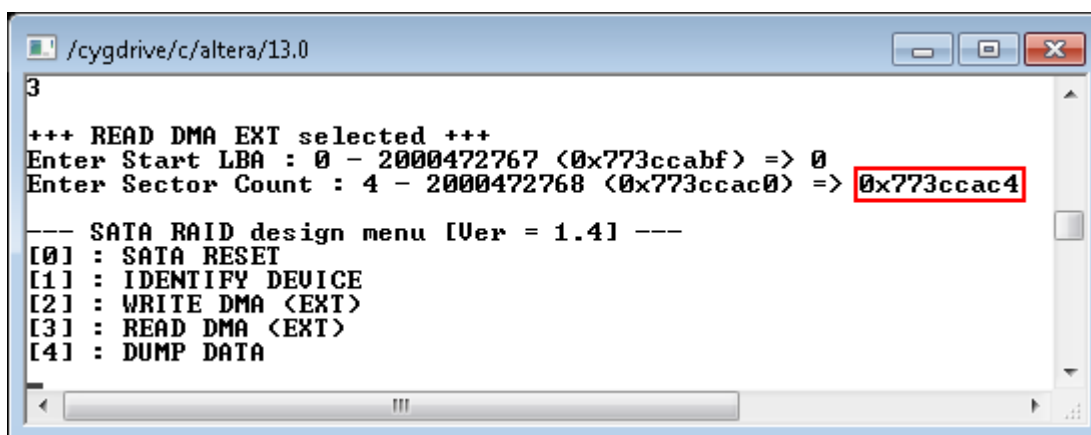
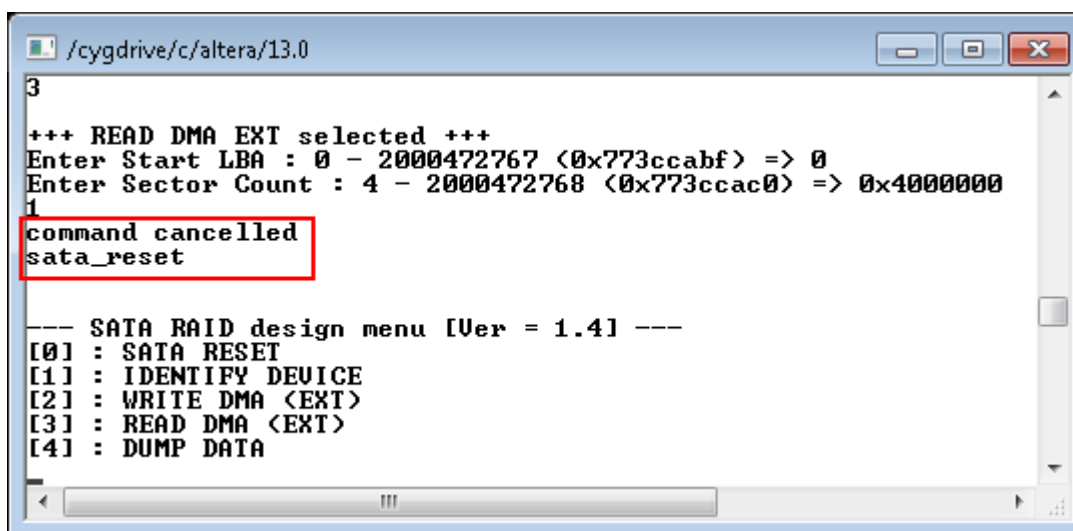

図 15: 無効なパラメータ入力によるリード・コマンドの中断
図 16: 実行中のキー入力によるリード・コマンドの中断
- リード・コマンドでもライトコマンドと同様、無効なパラメータ値を入力すると図 15 のようにコマンド実行前に中断します。また、実行中にユーザからの入力があった場合も図 16 のように中断します。